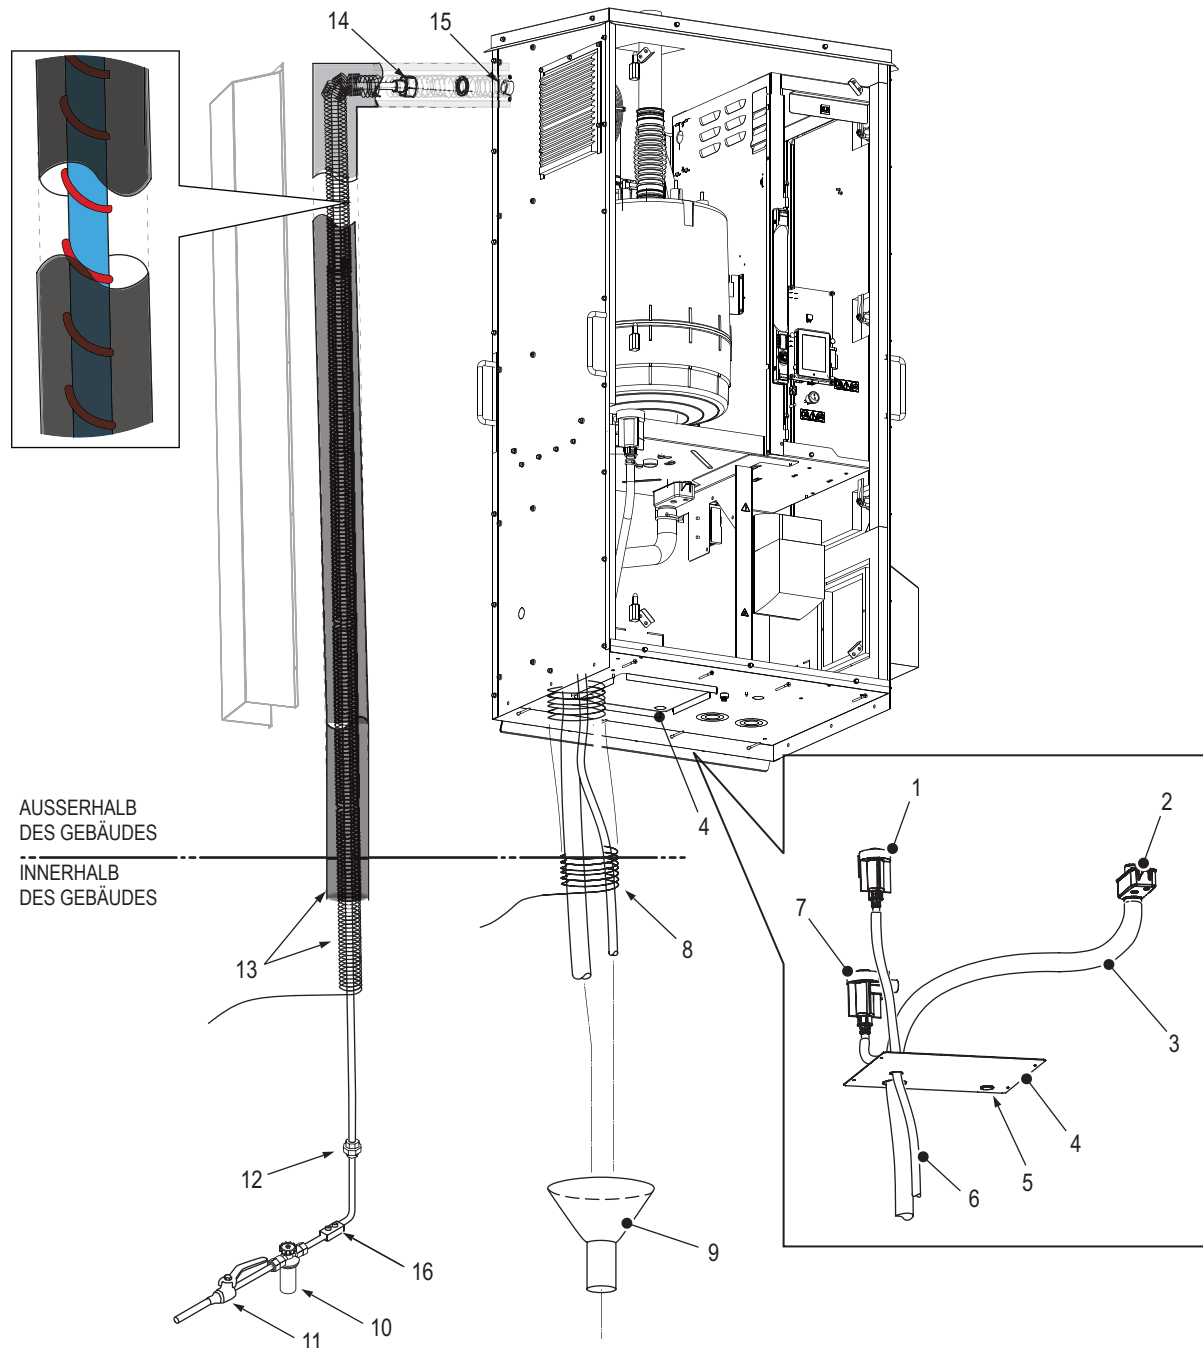

Abb. 14: Anschlüsse für Wasserzulauf und -ablauf (abgebildet ist das mittlere EL-OC-Gerät)
Schliessen Sie die Wasserzu- und Ablaufleitungen wie unten beschrieben an. Siehe Abb. 14.
- Schliessen Sie den Ablaufschlauch (30 mm Innendurchmesser, mitgeliefert) mit einer Schlauchklemme am Ablaufanschluss des Befeuchters an und führen Sie das offene Ende des Ablaufschlauchs durch den grossen vorgelasserten Ausbruch in der Bodenplatte in den Ablauftrichter (siehe Abb. 14).
- Führen Sie das offene Ende des am mechanischen Frostschutzventil (1 oder 7) angeschlossenen Ablaufschlauchs (9,5 mm Innendurchmesser) durch den kleinen vor-gelasserten Ausbruch in der Bodenplatte in den Ablauftrichter (siehe Abb. 14).